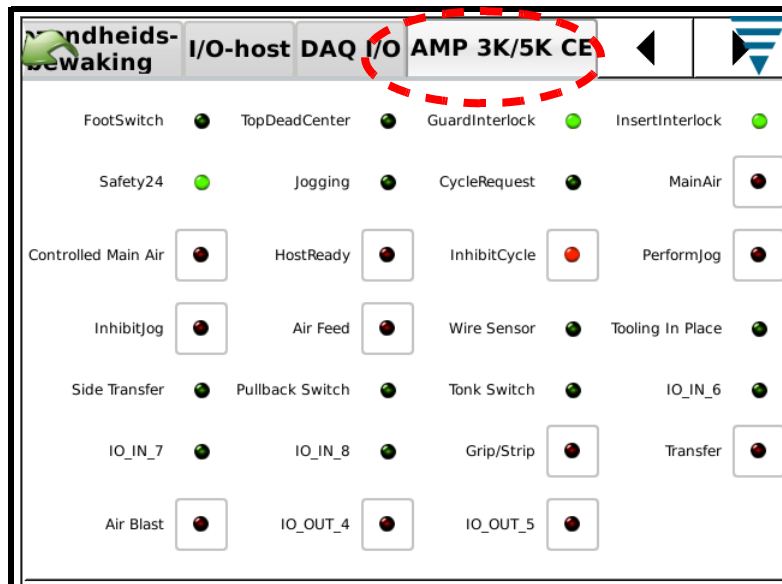

Figure 13
3. Raak de "AMP 3K/5K CE diagnostics tab" aan. Zie Figure 13.